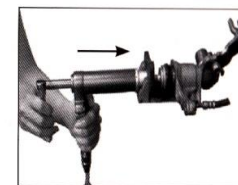

Fig.2
Stiskněte tlačítko (4) a zadní páčku tak, abyste docílili rotace pístu třmenu kotoučové brzdy. (Fig.2)